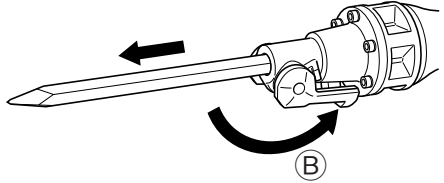

Fig. 6
- (3) Fije el accesorio en su lugar poniendo el retén en la posición ②. Para comprobar si el accesorio ha quedado adecuadamente montada, tire del mismo. (Fig. 6)